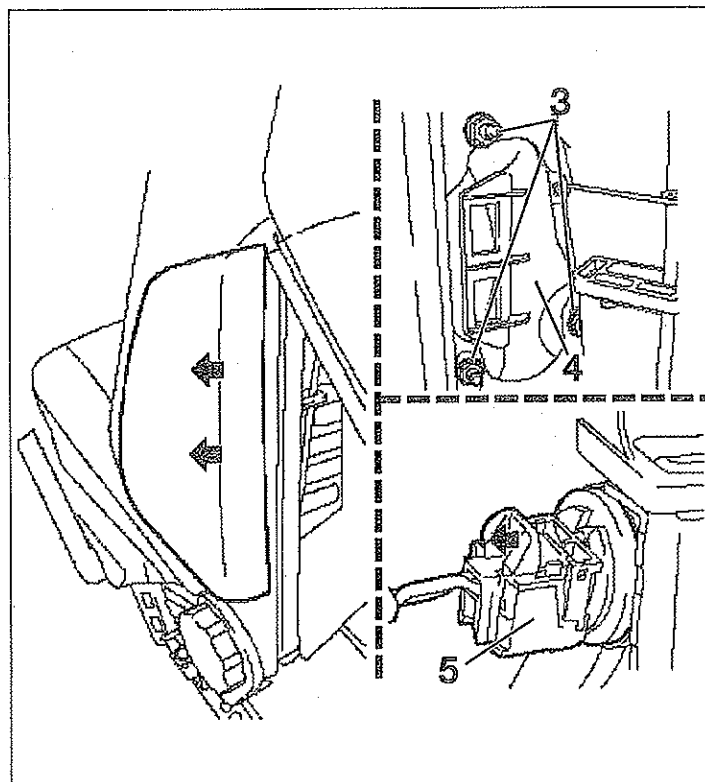

FIG. 13
- Desmontar los tornillos de fijación (3) del módulo de airbag lateral (4) (fig. 13).
- Desenchufar el conector (5) del airbag.